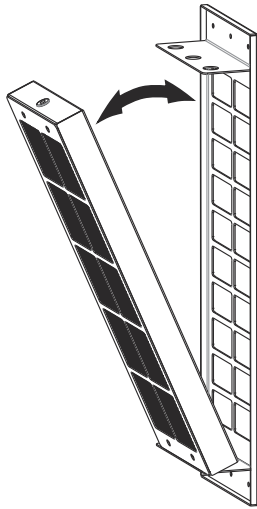

Fig. 5
- 3.** ➤ Ta bort kolfiltret från ramen som visas i (Fig. 5).